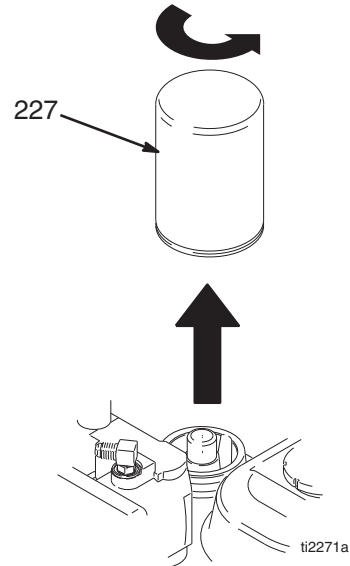

FIG. 5
1. Glid stempelstangenheden ind i hydraulikmotorcylinderen (263).
2. Skru hydraulikmotorhætten (265) i. Løsn hydraulikmotorhætten, indtil indtag og afgang er på linje med hydraulikslangefittingerne og testhullet i hydraulikmotorhætten peger mod remsbeskyttelsen (117).
3. Tilspænd kontramøtrikken (264) mod hydraulikmotorhætten (265) med et moment på 17 Nm.
4. Fig. 5. Montér hydraulikslangerne (271, 288) på fittingerne (266) øverst på venstre og højre side af hydraulikmotoren. Tilspænd med et moment på 54,2 Nm.